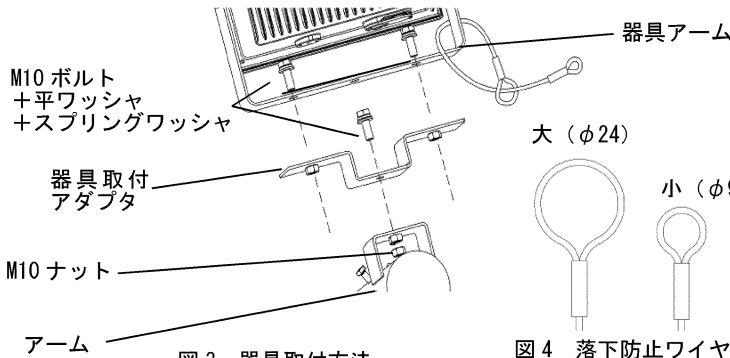
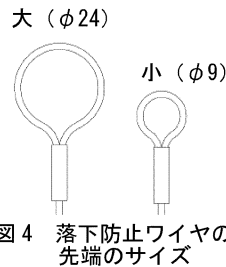

図3 器具取付方法
図4 落下防止ワイヤの先端のサイズ
- ⑤ 器具取付アダプタをM10ボルトでアームに固定してください。器具取付アダプタは固定する前に水平角度を変えて、照射する方向を調整してから固定してください。(図3)
- ⑥ 器具をM10ボルト(別途)で器具取付アダプタに固定してください。(図3)
- ⑦ 照明用ポールにアームを取り付けてください。
- ⑧ 落下防止ワイヤを器具アームに一回転させ、大きい方の輪の中へ通してください。小さい方の輪はアームのポール取付け用のM8ボルトとM8平ワッシャで固定してください。(図4、5)